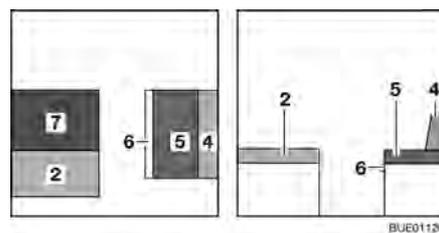

Fig. 97 Durante la trasformazione
- Posizionare il cuscino aggiuntivo (Fig. 97,7) sul tavolo.